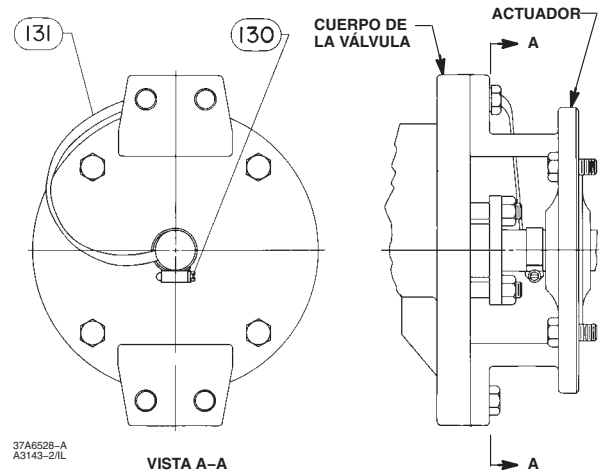

Figura 4. Conjunto de cinta conductora de unión opcional del eje al cuerpo de la válvula
4. Acoplar el conjunto de cinta conductora de unión (clave 131, figura 4) al eje con la abrazadera (clave 130, figura 4).